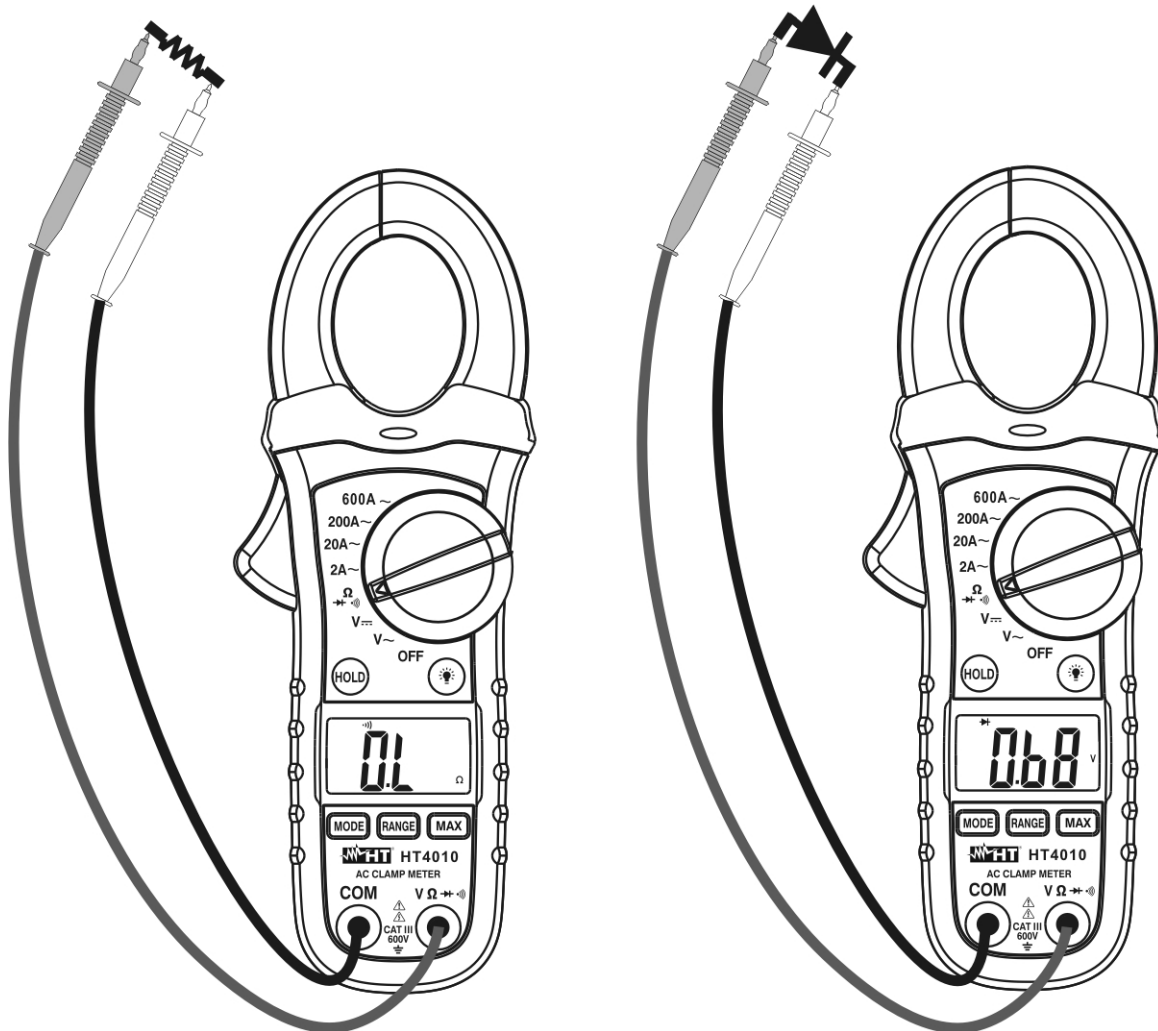

Fig. 6: Uso della pinza per Test Continuità e Prova Diodi
3. Inserire il cavo rosso nel terminale di ingresso $V\Omega \rightarrow \text{bell}$ e il cavo nero nel terminale di ingresso **COM** ed eseguire il test di continuità sull'oggetto in prova (vedere Fig. 6 – parte sinistra). Il cicalino emette un segnale acustico quando il valore della resistenza misurata è inferiore a circa 150Ω
5. Connettere il puntale rosso all'anodo del diodo e il puntale nero al catodo in caso di misura di polarizzazione diretta (vedere Fig. 6 – parte destra). Invertire la posizione dei puntali in caso di misura di polarizzazione inversa